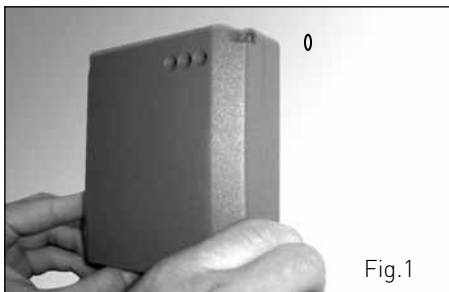

Fig. 1
- Enganchar la centralita al tornillo ya colocado en la pared (fig.1)